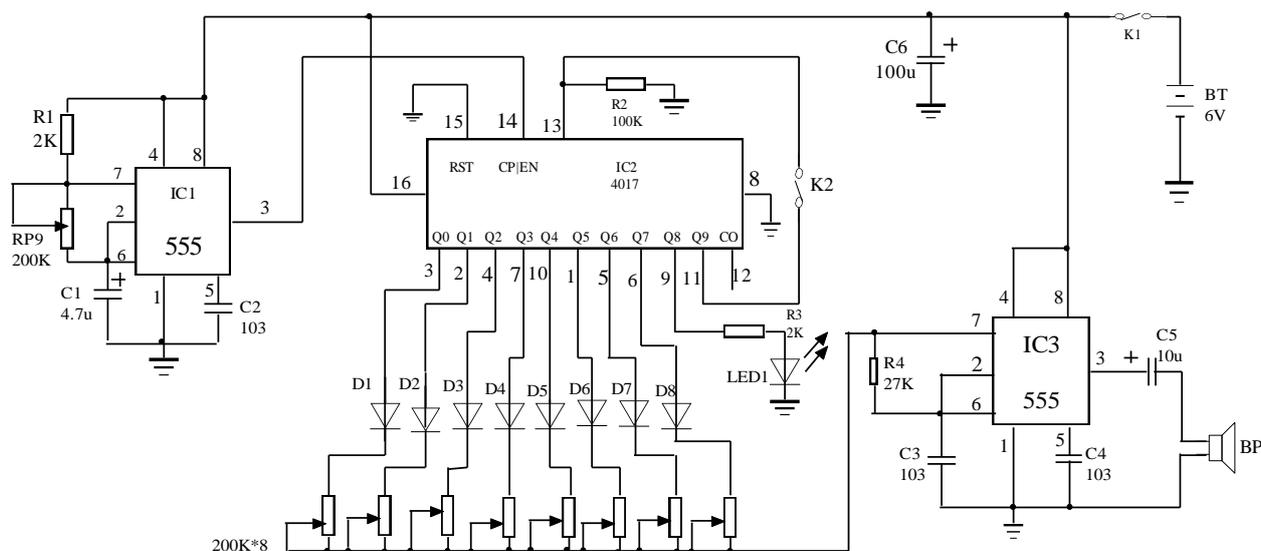

图 14-1 电子音乐八音盒电路
**二、工作原理** 电子音乐八音盒电路如图 14-1 所示，IC1 组成震荡形式，其震荡频率为  $f=1.44 \sqrt{(R1+2RP9)C1}$ ，震荡频率由第 3 脚输出。调整 RP9 可以改变振荡频率，从而可以调整